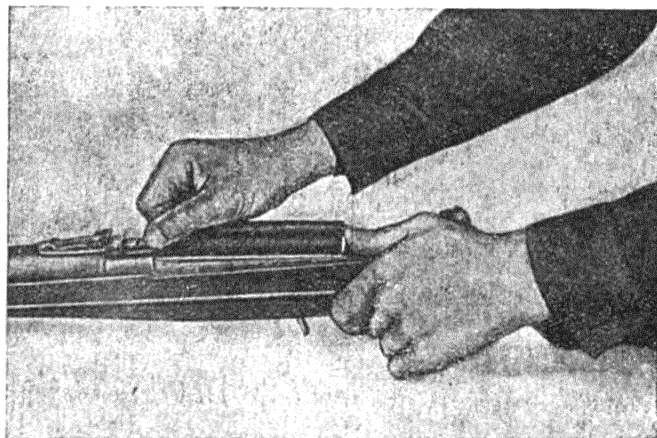

Рис. 68. Одевание крышки коробки на коробку.
9. Соединить крышку коробки с коробкой, для чего соединить полукольцевой вырез крышки с выточкой стержня возвратной пружины и, подавая крышку вперед (одновременно сжимается возвратная пружина, поэтому крышку следует поддерживать сзади), ввести направляющие крышки в пазы коробки, после чего медленно отпустить крышку назад (рис. 68).